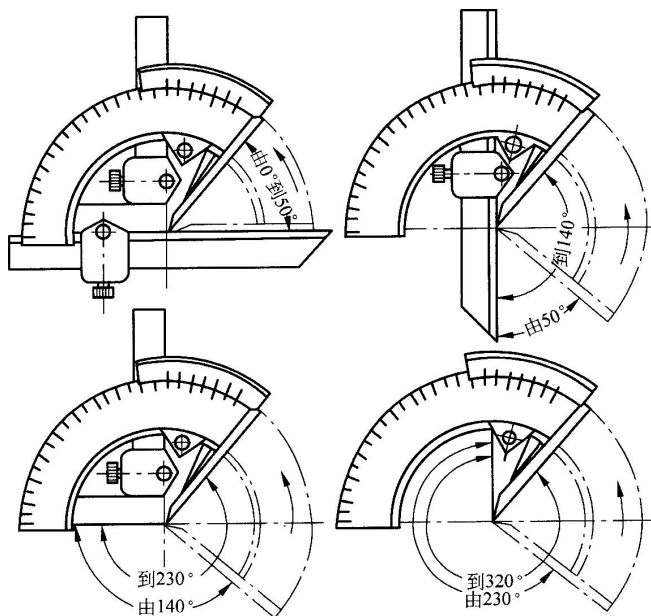

图 1-22 万能游标量角器的角度调整
(2) 测量时, 应使万能游标量角器的两个测量面与被测件表面在全长上保持良好接触, 然后拧紧制动器上的螺母即可读数。
(3) 测量角度在 $0^{\circ} \sim 50^{\circ}$ 范围内时, 应装上角尺和直尺; 在 $50^{\circ} \sim 140^{\circ}$ 范围内时, 应装上直尺; 在 $140^{\circ} \sim 230^{\circ}$ 范围内时, 应装上角尺; 在 $230^{\circ} \sim 320^{\circ}$ 范围内时, 不装角尺和直尺, 如图 1-22 所示。